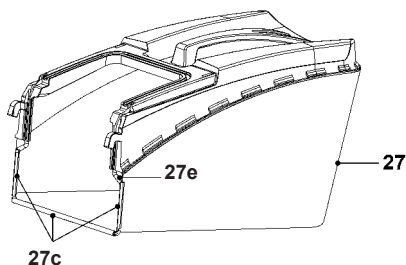

Рис. 4
1. Прикрепите резиновые зажимы (27с) к стержню (27е), если они не были установлены ранее (рис. 4).
2. Травосборник (27) теперь готов к использованию (рис. 4).